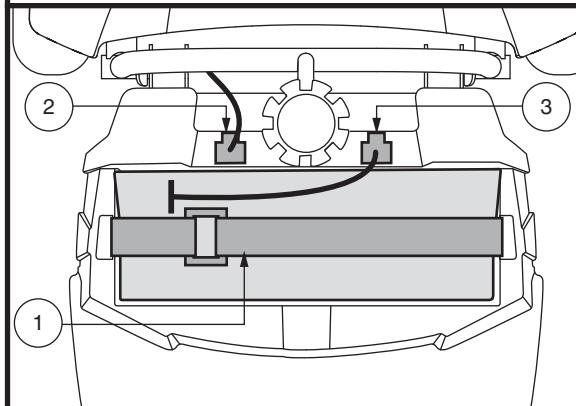

Figura 21. Fascetta di fissaggio delle batterie
1. Scollegare il cavo della batteria e rimuovere il pacco batteria dal Travel Scooter. Vedere figura 21.
2. Collegare le cinghie della batteria e la fascetta difissaggio, quindi rimuovere la batteria dal miniscooter. **Vedere figura 21.**